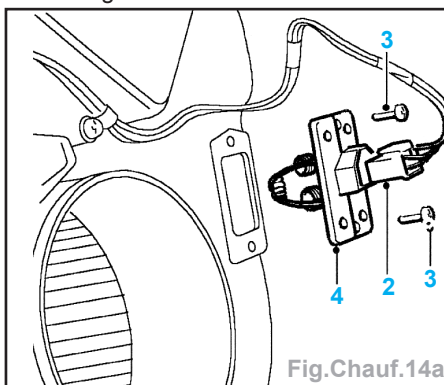

Fig.Chauf.14a
- Débrancher la fiche multibroches (2) de la résistance (Fig.Chauf.14a).
- Déposer les 2 vis (3) de la résistance.
- Déposer la résistance (4) du bloc de chauffage.